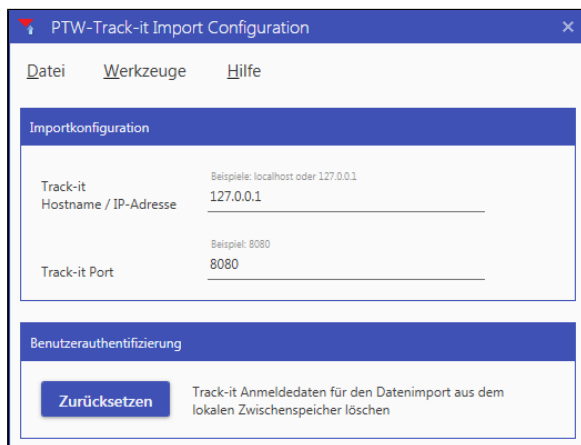

Abbildung 2: Hauptbildschirm *Track-it Import Configuration*
- Der Hauptbildschirm *Track-it Import Configuration* (siehe Abbildung 2) wird angezeigt.